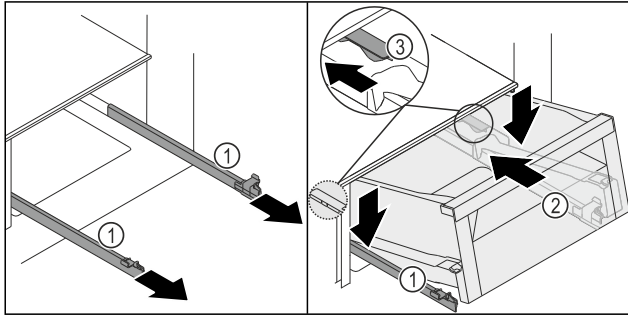
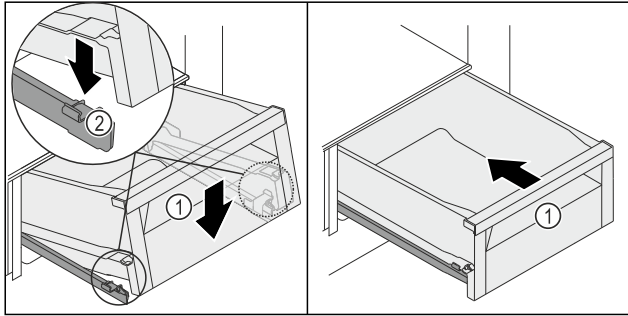

Fig. 101
Fig. 102
- Kızakları Fig. 101 (1) sıkı tutun ve çekmeceyi Fig. 101 (2) üstten, durdurucunun Fig. 101 (3) arkasından kızaklara Fig. 101 (1) yerleştirin.
- Çekmeceyi Fig. 101 (2) kızaklarda Fig. 101 (1) sonuna kadar arkaya doğru itin.
- Çekmeceyi Fig. 101 (2), çekmece sağ ve soldan bağlantıya Fig. 102 (2) kayacak şekilde önden indirin.
- Çekmece Fig. 102 (1) duyulur bir şekilde yerine yerleşir.
- Çekmeceyi Fig. 102 (1) içeri itin.